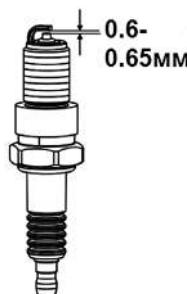

Рис.16 Свеча зажигания
- Измерьте зазор между электродами свечи зажигания специальным щупом. Зазор должен быть 0,6-0,65 мм (Рис.16). При увеличении или уменьшении требуемого зазора рекомендуется заменить свечу, так как регулировка зазора может привести к изменению качества искрообразования.